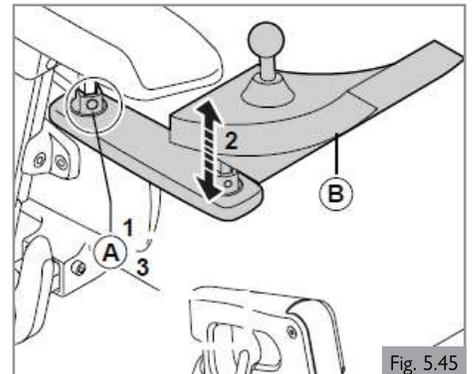
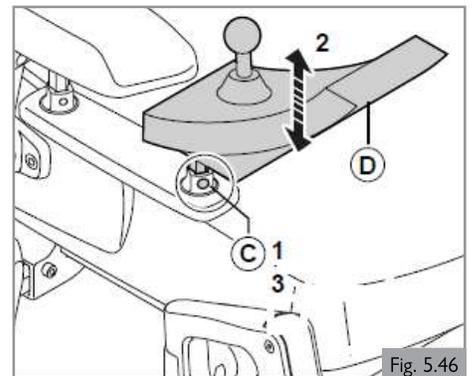

Fig. 5.45
Fig. 5.46
1. Desserrez (A) d'un tour.
2. Ajustez (B) à la position désirée.
3. Resserrez (A). Les couples de serrage sont indiqués à la section 9.
#### Hauteur du boîtier de commande (1) (Fig. 5.45)
#### Hauteur du boîtier de commande (2) (Fig. 5.46)
1. Desserrez (C) d'un tour.
2. Réglez (D) à la position désirée.
3. Resserrez (C). Les couples de serrage sont indiqués à la section 9.